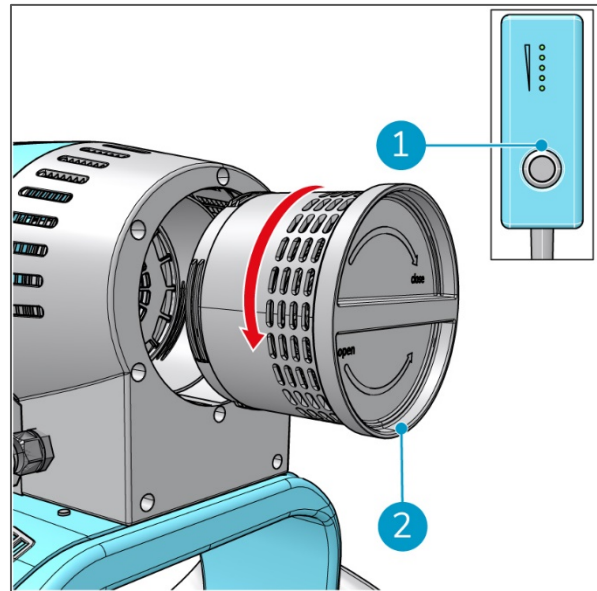

Abbildung 26
1. Schalten Sie den i-move® 2.5B mit dem ON/OFF-Schalter (Abbildung 26, Pos. 1) aus.
3. Schrauben Sie das Filtergehäuse (Abbildung 26, Pos. 2) entgegen dem Uhrzeigersinn aus der Unterseite des i-move 2.5B.